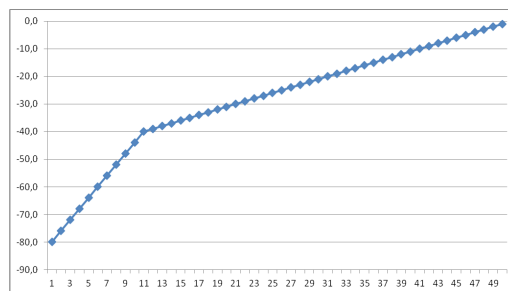

fig. 1
1. Curva #1 – Questa curva è adatta per i diffusori con efficienza normale (fig. 1)(settaggio di fabbrica)